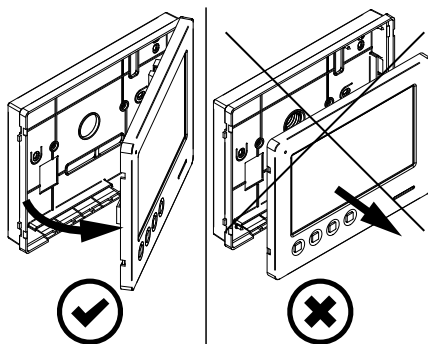

Fig. 2
2. Tirez le côté gauche du couvercle vers l'extérieur comme indiqué sur la **Fig. 2**. **Ne tirez pas le couvercle en direction droite.**